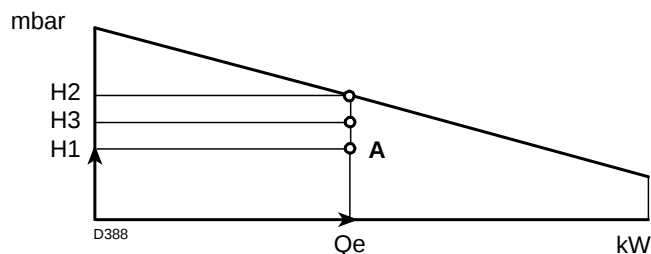

Fig. 3
H1 = pression chambre de combustion point A)(Fig. 3) qui doit rester dans la plage de puissance
- Si H3 est supérieure à H1 (Fig. 3), le brûleur peut fournir le débit demandé.